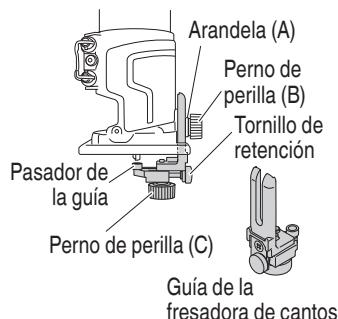

Fig. 18
- (1) Ajuste la guía de la fresa de cantos en el conjunto base con el perno de perilla (B).
- (2) Afloje el perno de perilla (B) para mover la guía de la fresa de cantos hacia arriba y hacia abajo.
- (3) Afloje el perno de perilla (C) y gire el tornillo de retención para mover el pasador de la guía. (Fig. 18) Despues de mover el pasador de la guía, apriete el perno de perilla (C) para fijarlo.